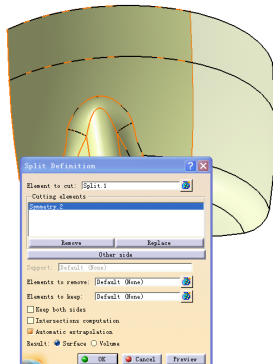

图 4-429
② 利用平面 Symmetry.2, 对步骤①生成的曲面 Split.1 进行同样的操作, 结果 (Split.2) 如图 4-429 所示。